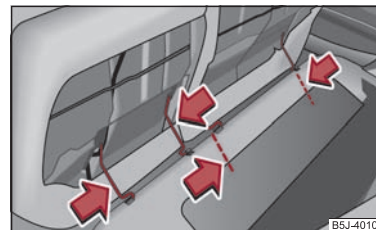

Fig. 55 Sortir les assises des sièges
- Poussez l'étrier en fil de fer dans le sens de la flèche ⇒ fig. 55 et sortez l'assise du support. ►